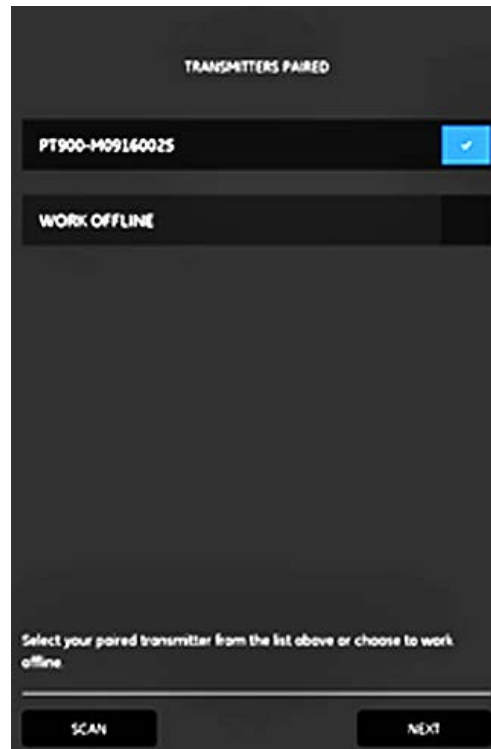

Figura 67: Lista de transmisores emparejados
- Pulse el botón VOLVER (mostrado a la derecha) de la tableta Android para regresar a la aplicación de PT900. Después, seleccione el transmisor PT900 de la lista TRANSMISORES EMPAREJADOS y pulse SIGUIENTE para abrir el Menú principal. Por ejemplo, se ha seleccionado el transmisor PT900-M09160025 de la lista de Figura 67 más abajo.
Nota: Si lo desea, puede simular el uso de la aplicación sin conectarse con el transmisor. Para ello, pulse la opción TRABAJAR SIN CONEXIÓN de Figura 67 más arriba.